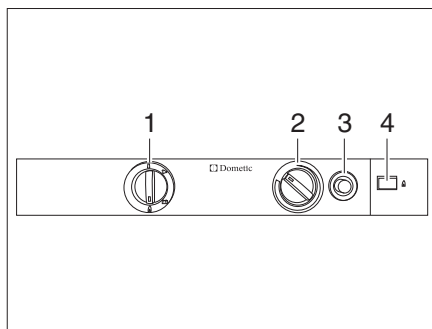

Bild 334 Bedienelemente für den Kühlschrank (Dometic 8er-Reihe)
- Energie-Wahlschalter (Bild 334,1) auf "🔥" stellen.
- Drehregler (Bild 334,2) drücken, auf höchste Stufe drehen und gedrückt halten. Warten, bis Gas zum Brenner strömt.
- Gaszündknopf (Bild 334,3) drücken und gedrückt halten. Die Zündung erfolgt automatisch.
- Gaszündknopf (Bild 334,3) gedrückt halten, bis der Flammenanzeiger (Bild 334,4) grün wird, dann loslassen.
- Drehregler (Bild 334,2) noch 10 bis 15 Sekunden gedrückt halten, dann loslassen.
- Energie-Wahlschalter (Bild 334,1) auf "⏏" stellen.
- Kühltemperatur mit dem Drehregler (Bild 334,3) einstellen.